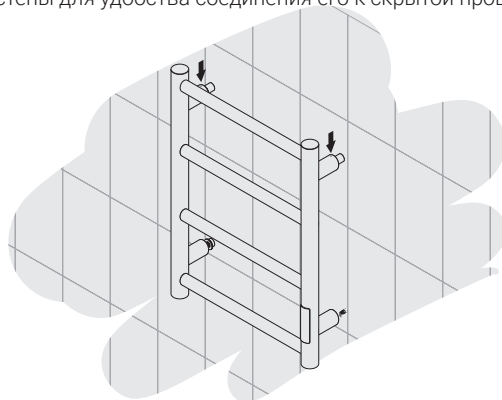

Рис.12
- 4.3.4. Сделать метки на стене (см. рис. 1). При монтаже через скрытую проводку используются три точки крепления. В месте четвёртого крепления рассчитывается вывод кабеля из стены (рис. 12).
- 4.3.6. Произвести «**черновой**» монтаж полотенцесушителя, используя стопорные винты в верхних креплениях (рис. 12). Длинные шайбы скрытого крепления позволяют при установке отодвинуть полотенцесушитель от стены для удобства соединения его к скрытой проводке.